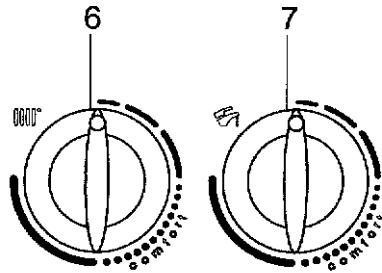

Fig. 22A
- 1) Turn the control knob 6 (figure 1) fully counter-clockwise to its minimum value as shown in figure 22A.
- 1) tourner le bouton 6 (figure 1) dans le sens inverse des aiguilles d'une montre et les mettre sur la valeur minimum comme le montre la figure 22A;
4.1) If there is no manual exit as described in point 4, after 5 minutes approx. the "view parameters" function will be interrupted automatically. When automatic exit is tripped, the letter "d" will be displayed, alternating with the boiler flow temperature value. The display remains in this state until such time as the position of the knob 6 (figure 22A) is changed, or until the boiler is disconnected from the power supply.
4.1) Si la sortie manuelle décrite au point 4 n'est pas effectuée, la fonction "affichage paramètres" est interrompue automatiquement au bout de 5 minutes. Lorsque la sortie automatique a lieu, l'afficheur visualise la lettre "d" en alternance avec la valeur de la température d'aménée. Ce message reste affiché jusqu'à ce que l'on déplace la manette 6 (figure 22A) ou si l'on coupe l'alimentation électrique de la chaudière.